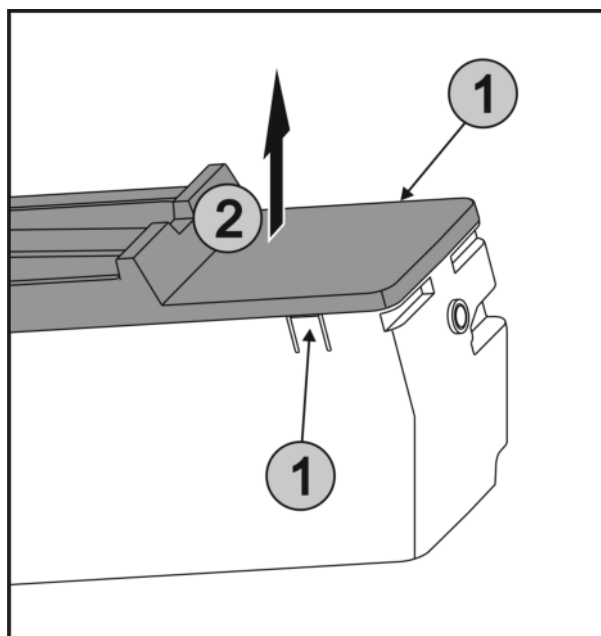

Fig. 64
- Laschen Fig. 64 (1) an den beiden Seiten von EasyTwist-Ice gleichzeitig drücken und die Abdeckung Fig. 64 (2) nach oben entnehmen.